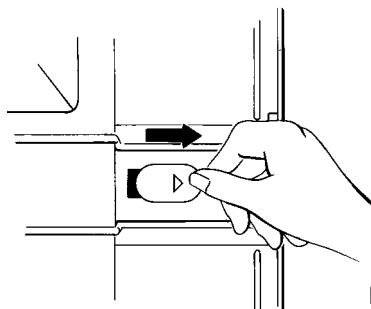

Bild 3
4. Frei gewordene Löcher mit den beigelegten Kunststoffkappen verschließen. Dazu die Kappen in Pfeilrichtung in die große Öffnung einsetzen und in die schmale Nut bis zur Rastung einschieben (**Bild 3**).